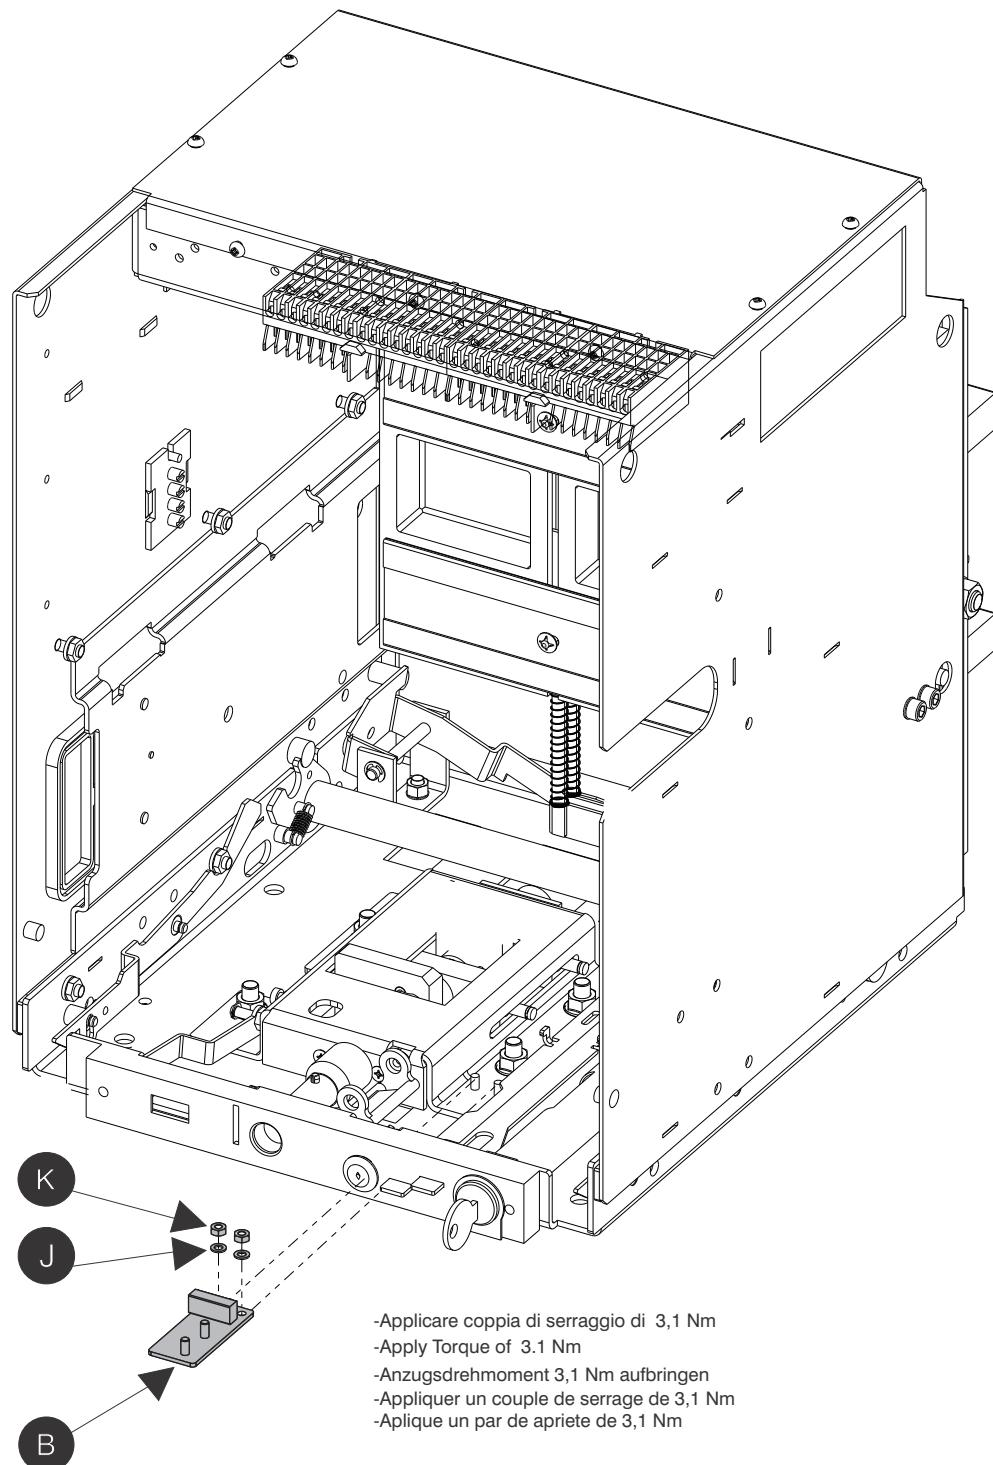

Fig. 22
- Assemble the parts shown in figure 22 from M-PACT.
-Montieren Sie die in Abbildung 22 gezeigten Teile aus der M-PACT/M-PACT plus FR1-Kassette
-Assembler les pièces illustrées à la figure 22 à partir de la cassette M-PACT/M-PACT plus FR1